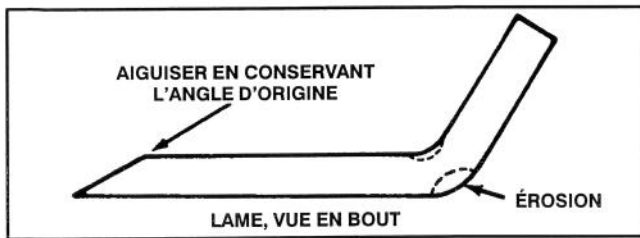

Figure 16
Vérifier la lame de coupe chaque fois qu'on redresse la machine sur l'arrière. Si le boulon de fixation de la lame est desserré, le resserrer à 61-81 Nm. Si la lame ou les bords relevés (Fig. 16) à l'extrémité de la lame sont usés, érodés ou fendus, remplacer la lame. Remplacer la lame également si elle est tordue ou déséquilibrée. Toujours utiliser de vraies lames de rechange TORO pour assurer la sécurité et l'obtention de performances optimales. **NE JAMAIS UTILISER D'AUTRES LAMES.**
7. A l'aide d'une lime, aiguiser le tranchant aux deux extrémités de la lame (Fig. 16).